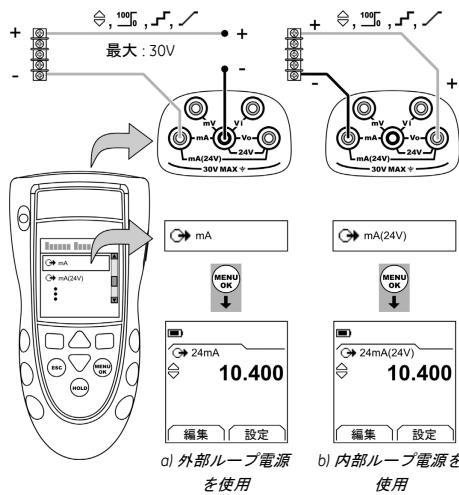

図3：構成例- mA 供給
1. 本計器を接続し(図 3)、必要に応じて セットアップ(表 1)を行います。